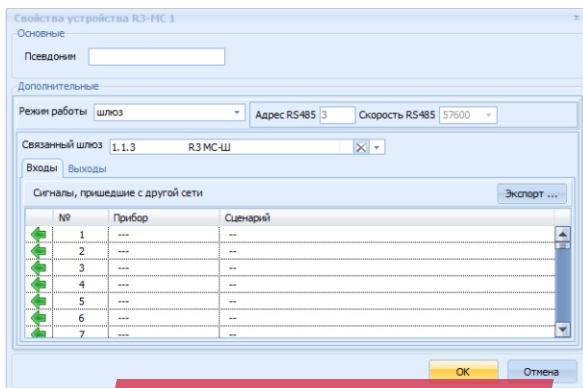

Рисунок 10.4
10.5 Для включения в MC режима R3-MC-Ш необходимо в системе R3-Link перейти на вкладку «Планы», выделить R3-MC в дереве и открыть контекстное меню «Свойства» (рисунок 10.4). В открывшемся меню выбрать режим работы «шлюз». Если в текущий план внесены и система R3-Link, и система RS-485, то необходимо указать «Связанный шлюз» – R3-MC-Ш из системы RS-485. В этом случае адрес и скорость шлюза в системе RS-485 заполняются автоматически, а также в обеих системах произойдет связывание вкладок «Входы» и «Выходы» друг с другом (при дальнейших настройках шаги с импортом и экспортом конфигураций сценариев пропускаются).